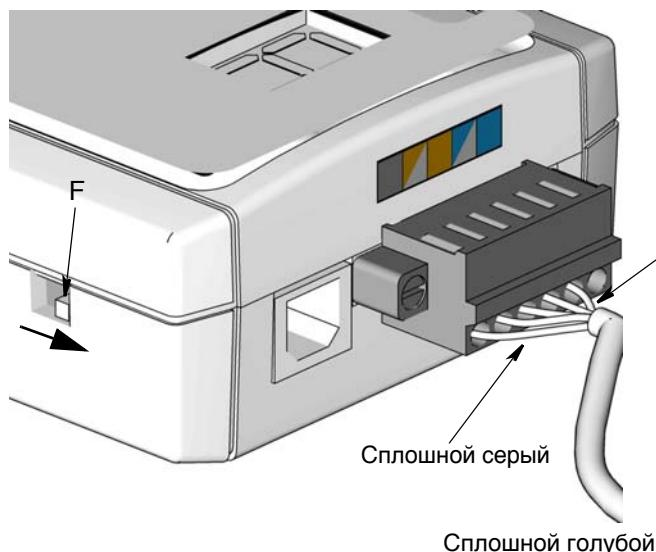

Рис. 9
ПРИМЕЧАНИЕ. Определение на Рис. 9 сплошного серого и сплошного голубого провода используется для обеспечения правильной ориентации компонентов при соединении приемопередатчика к кабелю RS422
Обратите внимание на положение и цвет проводов на схеме электрических соединений (Рис. 9), чтобы правильно подсоединить RS422-кабель к приемопередатчику.
- Подсоедините USB-разъем (1) в USB-порт компьютера (2). Сначала вставьте круглый штекер трансформатора напряжения в разъем питания приемопередатчика (A), а затем подключите трансформатор в розетку с заземлением (120–240 В, переменный ток).
- Переключатель (F) должен находиться в правильном положении для соединения RS422. Настройки переключателя см. на Рис. 9.